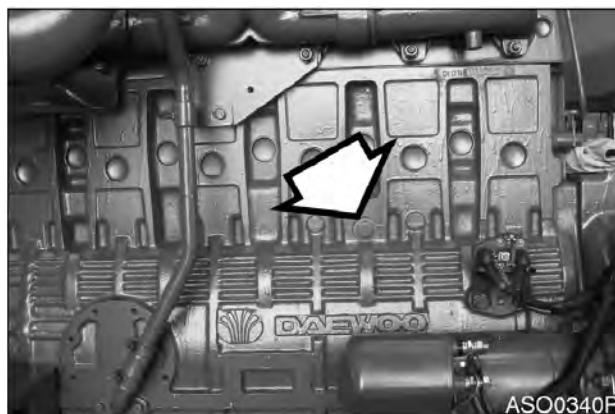

Рис. 74
4. Извлечь заглушку сливного крана охлаждающей жидкости (рис. 74) из двигателя.